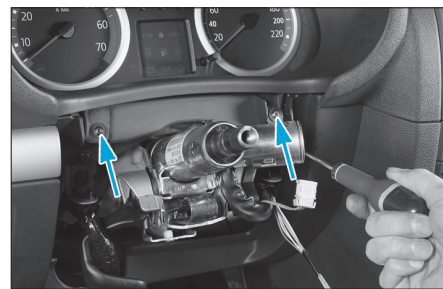

Fig. 31
- les vis de fixation du combiné d'instrument (Fig.31),